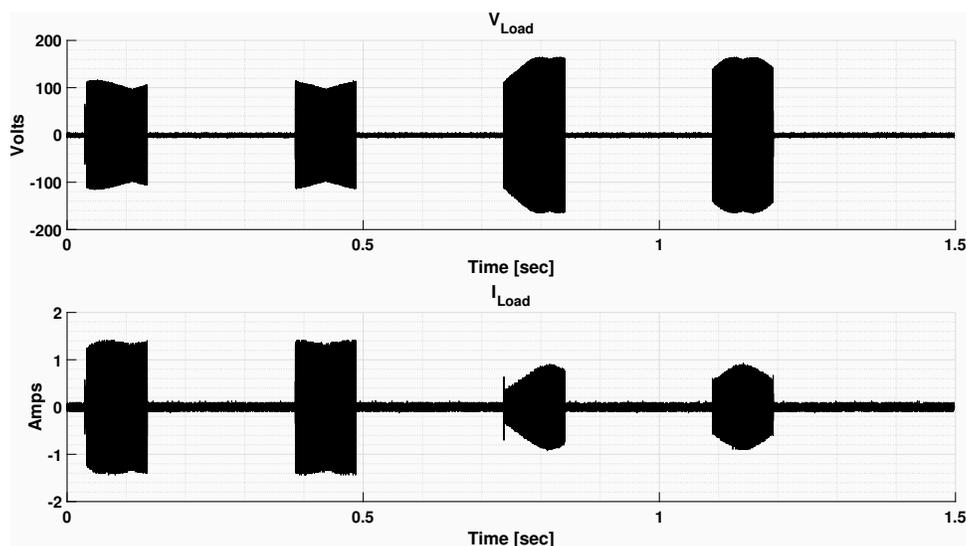
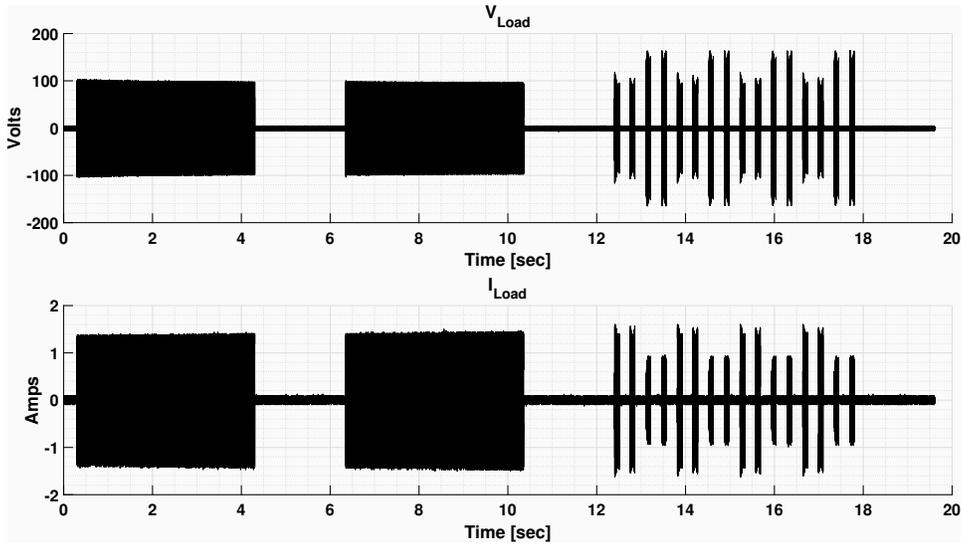
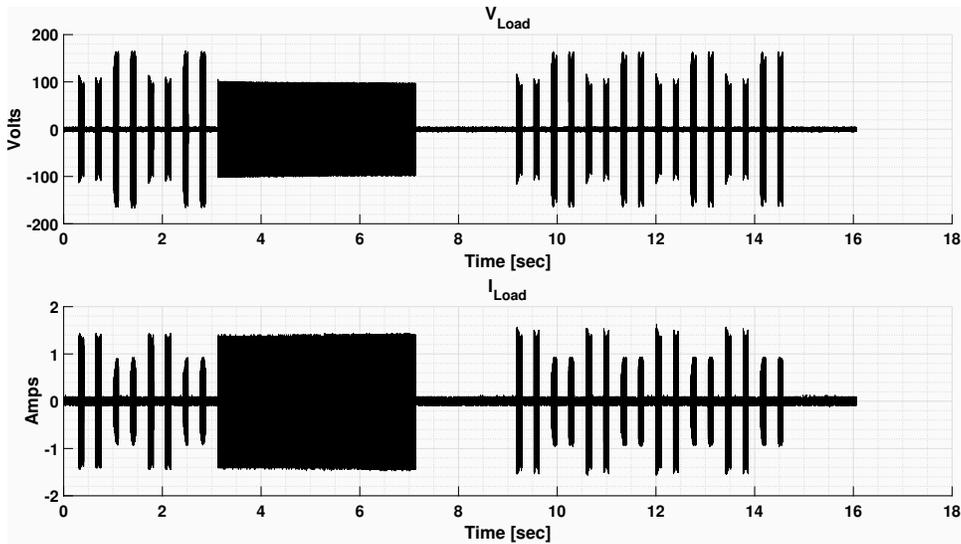
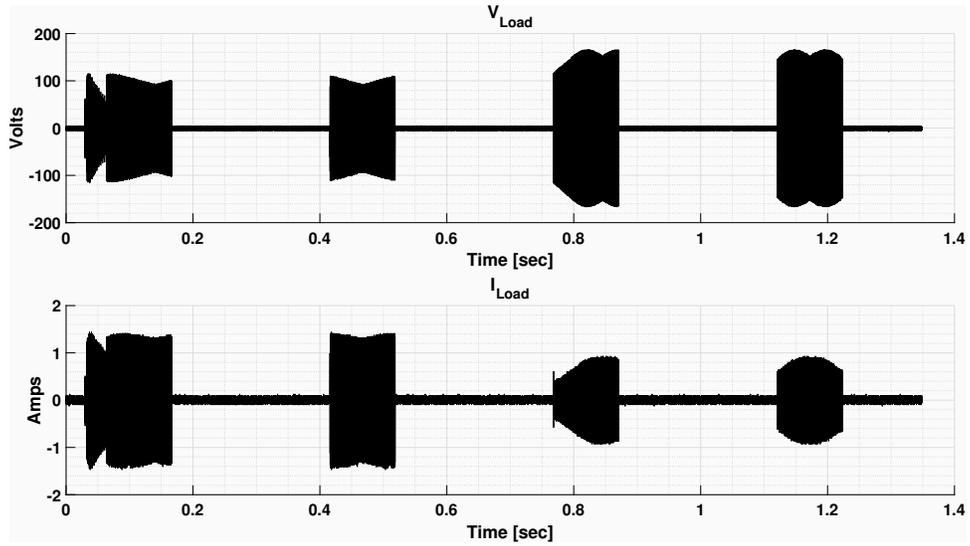

图 4-3. 水渍清洗 LCS 电压和电流
图 4-4. 除冰清洗 LCS 电压和电流
图 4-5. 泥点清洗 LCS 电压和电流
图 4-6. 自动清洗 LCS 电压和电流
德州仪器 (TI) 创建了三种主要的清洗模式：一种是从 LCS 镜头中去除冰凝、泥点和水渍；另一种是自动模式，可对其进行编程，以便在检测到镜头上有水等东西时驱动清洗序列。另外还有两种自定义模式可供灵活使用。表 4-4 中列出了清洗模式的有效突发。下图展示了每种清洗模式的示波器电压和电流波形捕获图，作为参考：图 4-3、图 4-4、图 4-5 和图 4-6。
自动清洗模式可在检测到水时清除 LCS 镜头上的水。CONTROL\_Burst\_MassDetect (19) 使得自动清洗模式成为可能。如图 4-6 所示，MassDetect 突发 (19) 放置在水和除冰突发 (23、16、8、9、13、14) 之前。自动模式使用 CONTROL\_Burst\_MassDetect 在线检测 LCS 在镜头上是否有额外的质量 (例如水)。如果检测到质量，则运行自动模式下的剩余突发。